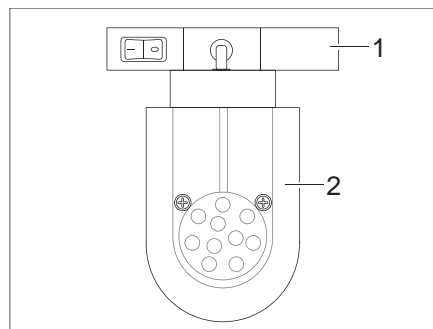

Fig. 107 Spot DEL (exemple)
- Saisir le support (Fig. 107,1) et le tourner de 90°.
- Retirer le spot DEL (Fig. 107,2) du système de rail.
- Placer le spot DEL (Fig. 107,2) à la position désirée dans le système de rail et le tourner de 90°.